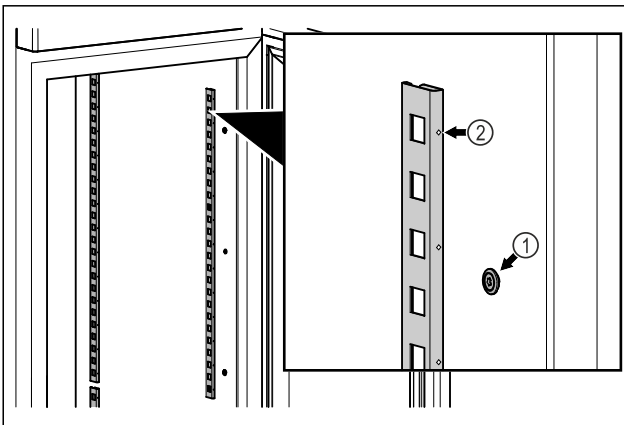

Fig. 79 Приблизне відображення
- Зачепити фіксувальну планку за підвіску Fig. 79 (1). Маркування Fig. 79 (2) повинно бути спрямоване вперед.